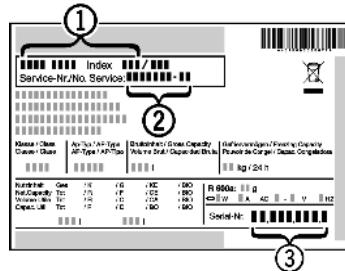

Fig. 34
- ▶ Считать обозначение устройства Fig. 34 (1), сервисный номер Fig. 34 (2) и серийный номер Fig. 34 (3) с заводской таблички. Заводская табличка находится внутри устройства слева.